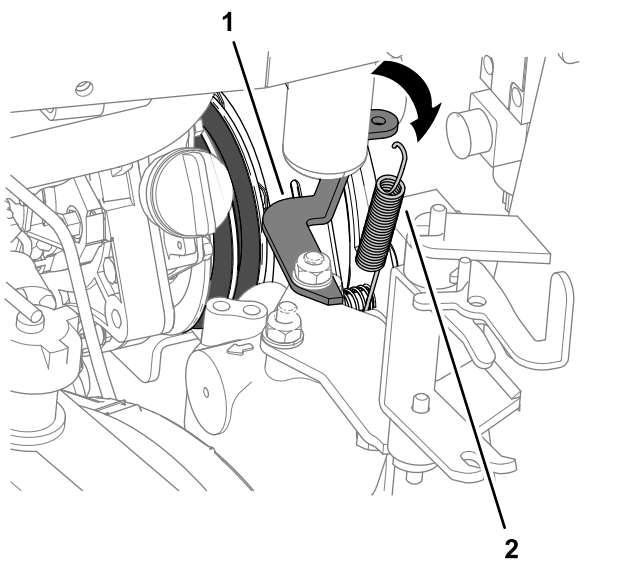

図 90
5. ラジエター側で、クラッチダンパースプリングをスプリングブラケットから外す 図 90。
ける 図 90 PTO ベルトの取り外し (ページ 61)を